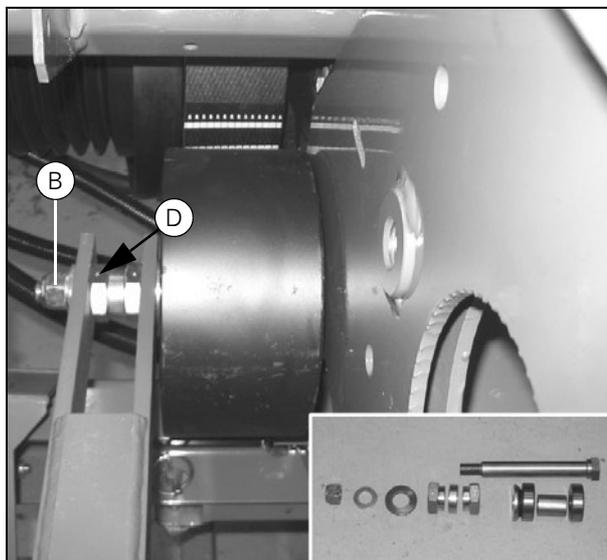

Рисунок 37
3. Снимите центральный болт (В) натяжного шкива. Для замены подшипников снимите стопорные кольца и выпрессуйте подшипники. Порядок установки различных деталей показан на (Рис. 37). Убедитесь, что метки на двух эксцентриках (D) совпадают.
**ВАЖНОЕ ЗАМЕЧАНИЕ:** Убедитесь, что ремень расположен прямо на натяжном шкиве. При необходимости отрегулируйте эксцентрик (D). Открутите гайку (В) и поверните два шестигранника эксцентрика так, чтобы ремень был расположен прямо на шкиве.